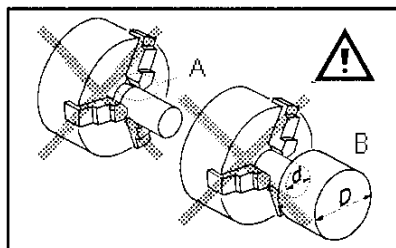

Fig 5
Vermeiden Sie kurze Einspannlängen (A, Fig 5) oder das Spannen auf einem kleinen Durchmesser (B).